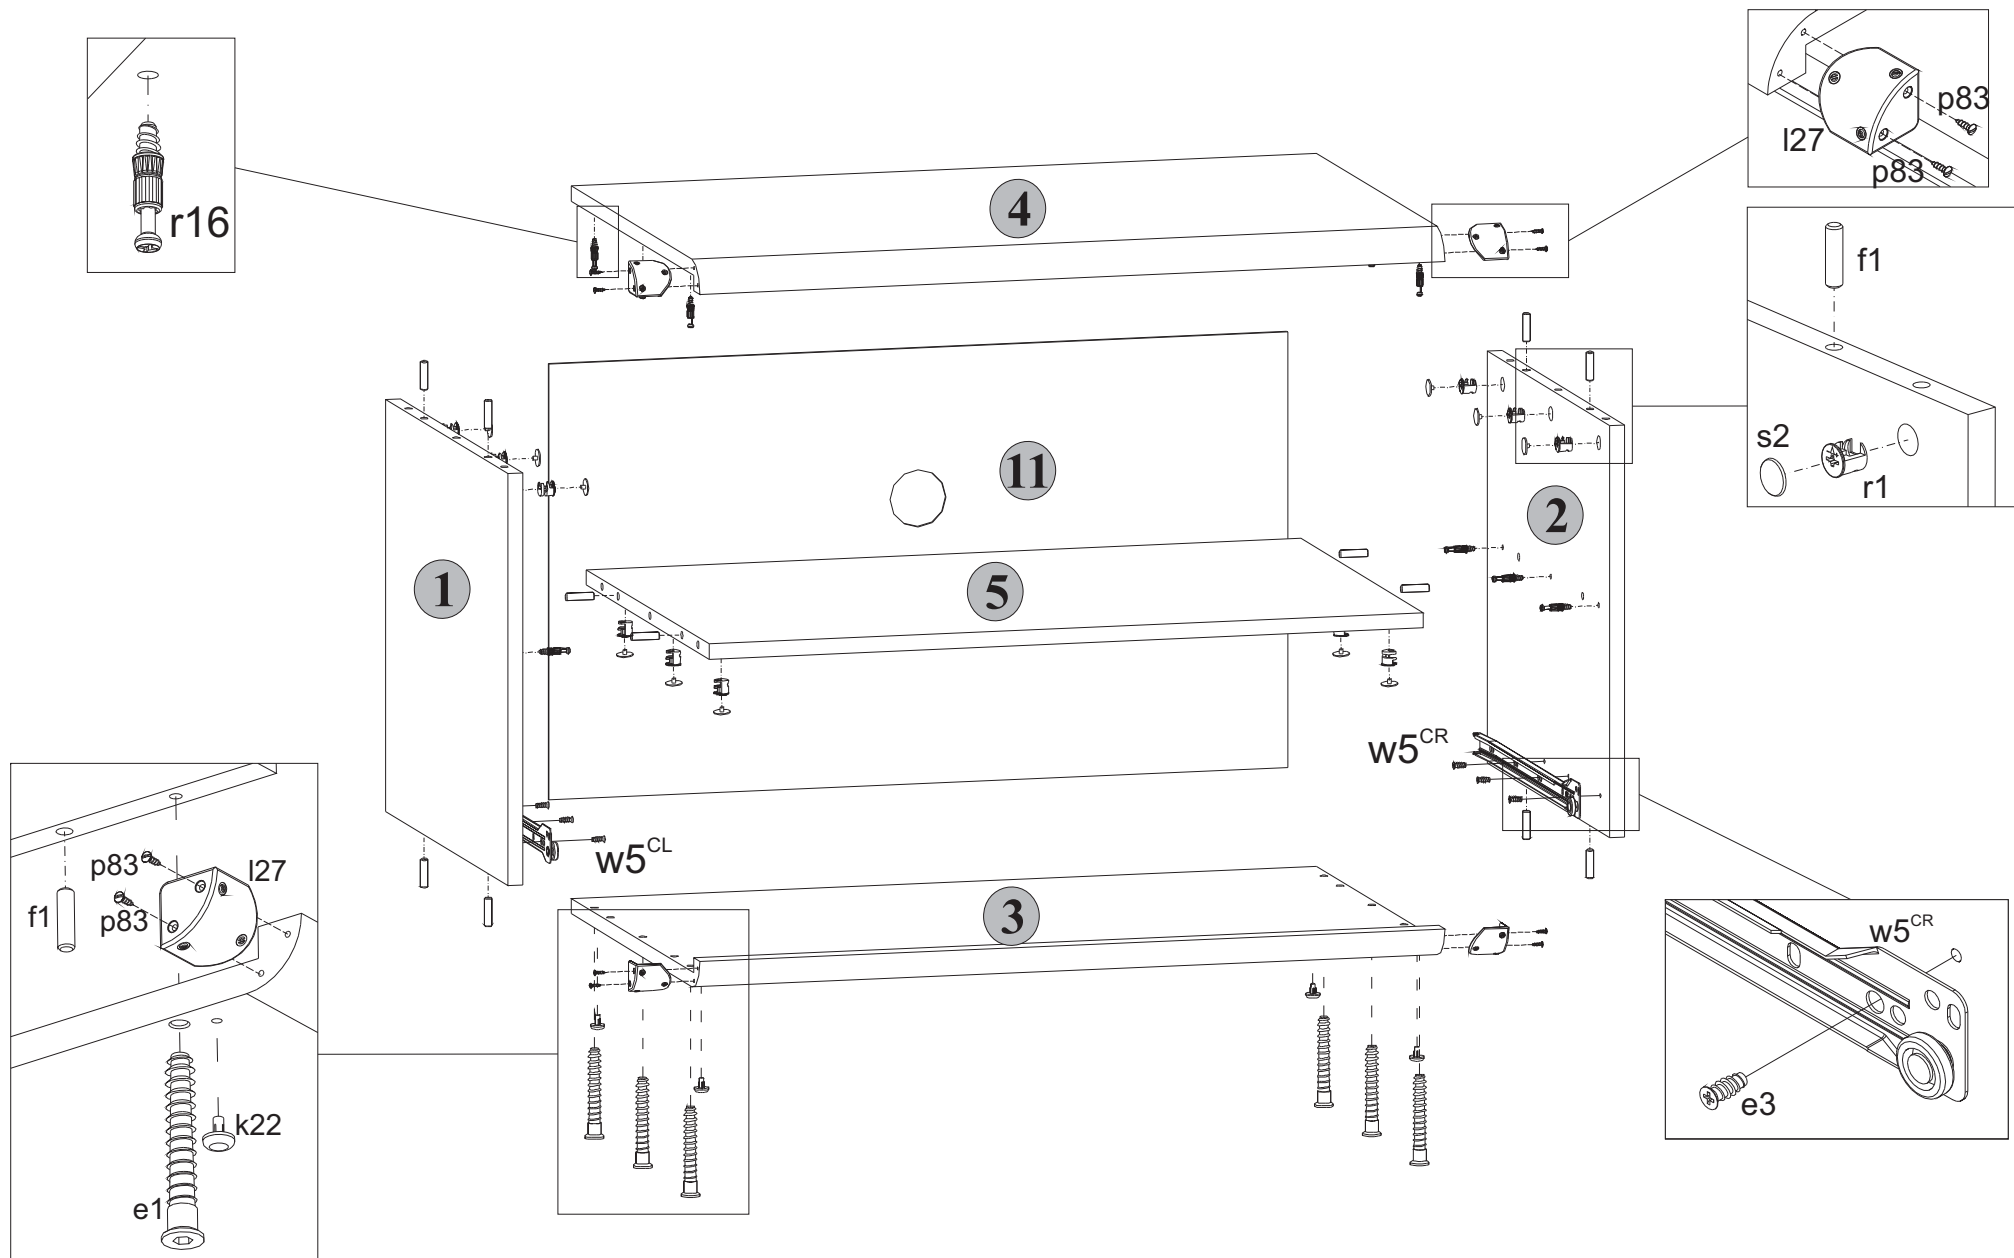

Рис. 2
отверткой (см.рис. 2).
5.6 В отверстия диаметром **4,5 мм** на нижней поверхности щита нижнего **3** вставить опоры полимерные **k22** (подпятники) (см.рис. 2).
5.9 К стенкам боковым **1** и **2** присоединить щит нижний **3** и стянуть еврошурупам **e1**, пользуясь специальным ключом **z1** из комплекта фурнитуры (см.рис. 2).
5.2 В отверстия диаметром **8 мм** на верхних и нижних кромках стенок боковых **1** и **2**, а также на боковых кромках полки соединительной **5** вбить деревянные шканты **f1** (см.рис. 2).
5.4 На внутренних поверхностях стенок боковых **1** и **2**, а также на нижней поверхности полки соединительной **5** в отверстия диаметром **15 мм** вставить стяжки эксцентриковые **r1** (см.рис. 2).